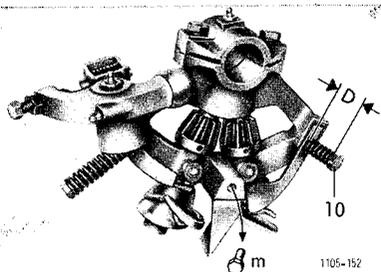

Bild 34
Binderteile von Zeit zu Zeit säubern (Bild 34): Schraube m lösen und Binderrahmen hochschwenken.
**Kontrollmaß D** (Bild 34) ist die Höhe der Knüpferspannfeder und muß **28–23 mm** betragen. Bei Abweichungen Schraube 10 entsprechend verstellen.